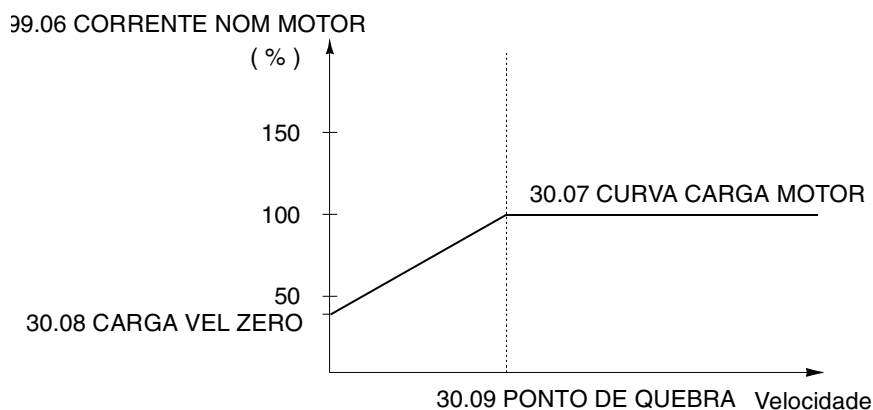

Figura 6-19 Curva de Carga do Motor.
- O aquecimento do motor calcula-se a partir de uma curva de carga (Figura 6-19). O motor aquecerá acima da temperatura nominal se operar na região acima da curva, e arrefecerá se operar abaixo da curva. Os níveis de aquecimento e arrefecimento são estabelecidos pela CTE TÉRMICA MOTOR.
Este parâmetro define o ponto em que a curva de carga do motor começa a decrescer do valor máximo estabelecido pelo Parâmetro 30.07 CURVA CARGA MOTOR ao Parâmetro 30.08 CARGA VEL ZERO. Ver Figura 6-19 para um exemplo de curva de carga do motor.